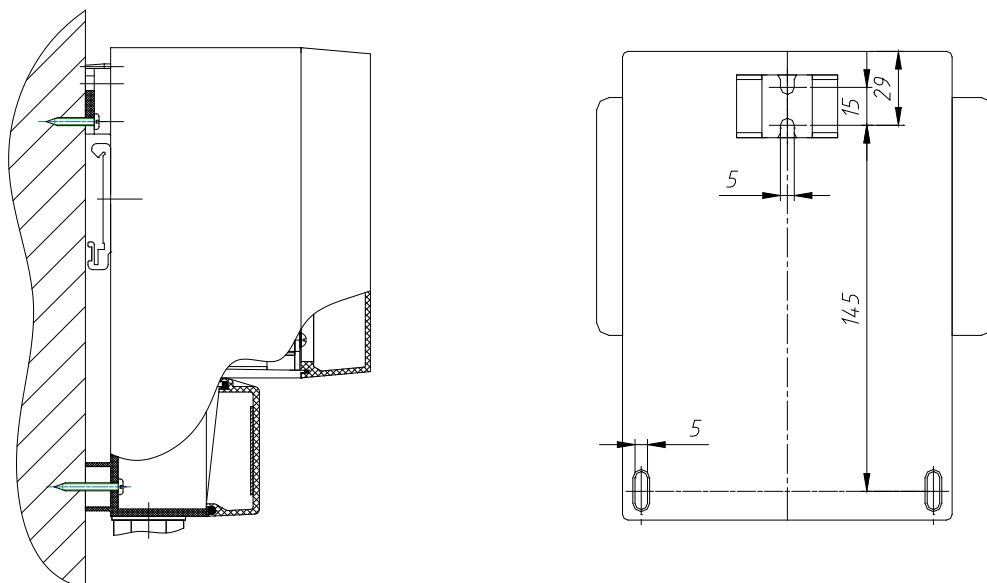

Рис. 7. Монтаж БОИ на стену.
2.2.7.4 Пример монтажа БОИ на стену показан на рис. 7.